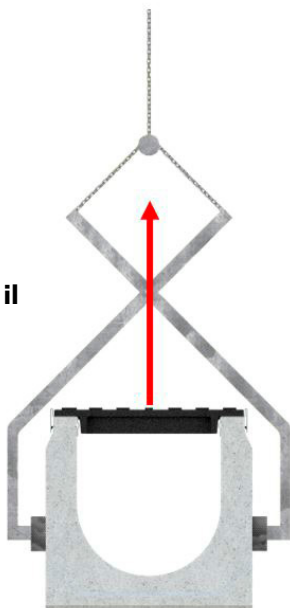

Figura 1
- Verificare che il peso del canale sia correttamente distribuito, e procedere con il sollevamento (vedere figura 1).